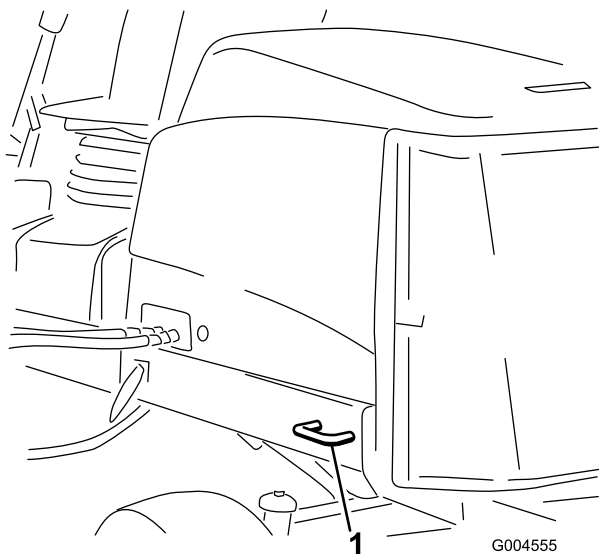

図 55
- 機体の後側車両の左右側それぞれの後フレーム **図 55**。